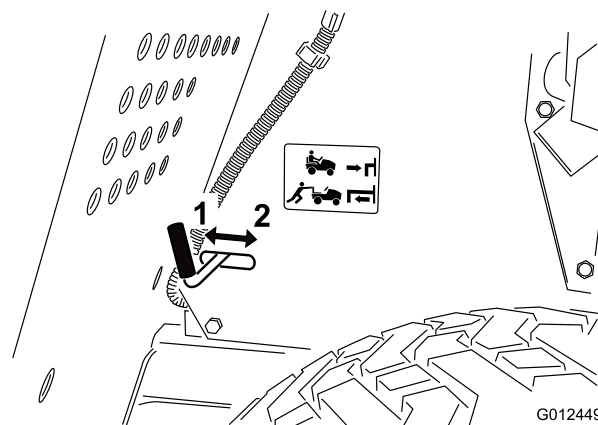

Figure 14
- Tirez sur la commande d'engagement de la transmission (située à l'arrière de la machine) pour désélectionner la position de poussée (Figure 14).
2. Poussez la commande de transmission en position de fonctionnement (Figure 14) pour embrayer la transmission.